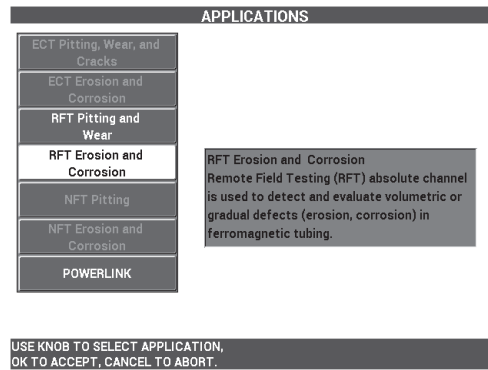

Figura 5-211 Aplicações para erosão e corrosão com teste de campo remoto (NFT)
2. Selecione **CONTINUE** (pressione a tecla A) para abrir o menu de seleção de aplicação e, em seguida, use o botão para selecionar **Erosão e corrosão com teste de campo remoto (RFT Erosion and Corrosion)** e, então, pressione ✓ para aceitar (veja Figura 5-211 na página 282).